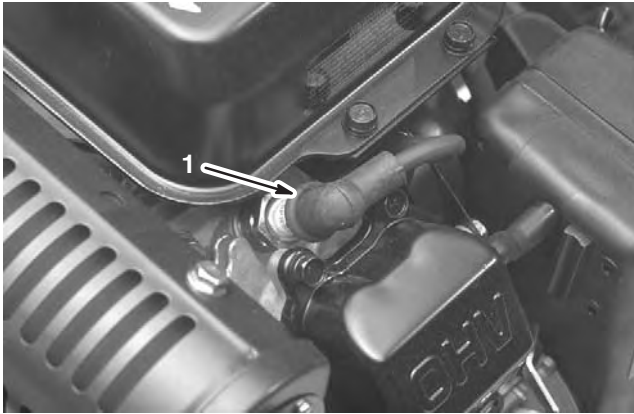

Bild 31
2. Reinigen Sie den Bereich um die Zündkerze und nehmen Sie sie vom Zylinderkopf ab (Bild 31)